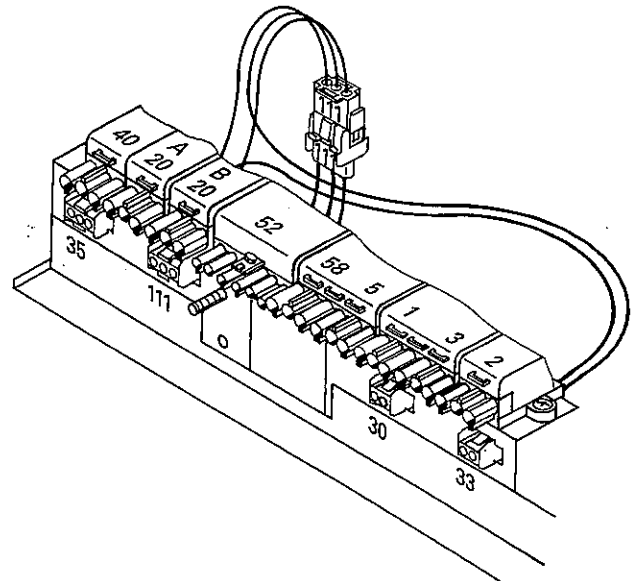

Abb. 32
4. Steckverbinder **111** (Buchenteil) aus dem Metallrahmen mit geeignetem Werkzeug ausrasten und nach oben führen (Abb. 32).